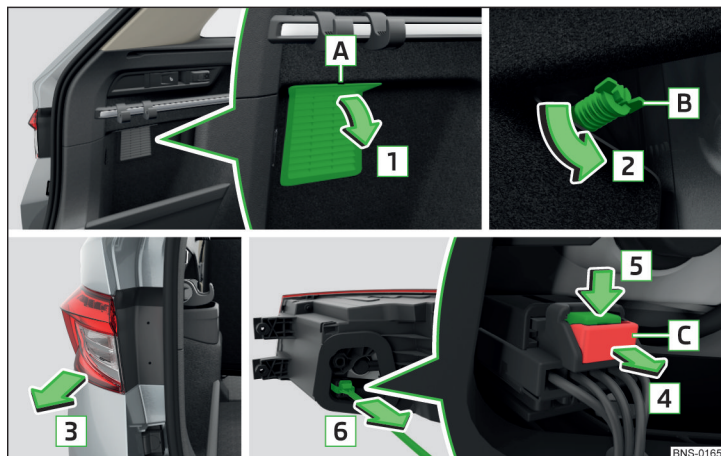

Fig. 380 Démontage des lampes / retrait de la fiche
- Tirez sur la roue à main **A** dans le sens de la flèche **1** » fig. 380.
- Visser l'écrou **B** dans le sens opposé de la flèche **2** » fig. 380.